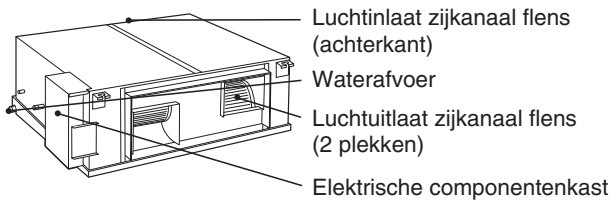

Afb. 8-2
- (1) Raadpleeg tabel 8-2, 8-3 en Afb. 8-2 voor details over de relatie tussen de waarde van itemcode “5d” en de externe statische druk.
- (2) Bij groepsbediening (meerdere binnenunits aangesloten op één afstandsbediening met timer), moet u op elke binnenunit itemcode “5d” instellen.
- **Zorg ervoor dat de externe statische druk binnen het gespecificeerde bereik blijft. Ga vervolgens door met de externe statische drukinstelling. Incorrecte instellingen kunnen leiden tot geruis, te weinig luchtverplaatsing en waterlekage. Raadpleeg Afb. 8-2 voor het instelbereik van de externe statische druk.**
Raadpleeg tabel 8-2 en Afb. 8-2 en kies uit de waarden “**0006**”, “**0003**” of “**0001**”.
4. Selecteer "Set data" (In te stellen set gegevens) door op de of toets te drukken. Selecteer één van de "Set data" (In te stellen set gegevens) uit "0006", "0003" of "0001" aan de hand van de gewenste externe statische drukinstelling door op de of toets te drukken. (Zie Tabel 8-3 en Afb. 8-2.) Druk vervolgens op de toets.